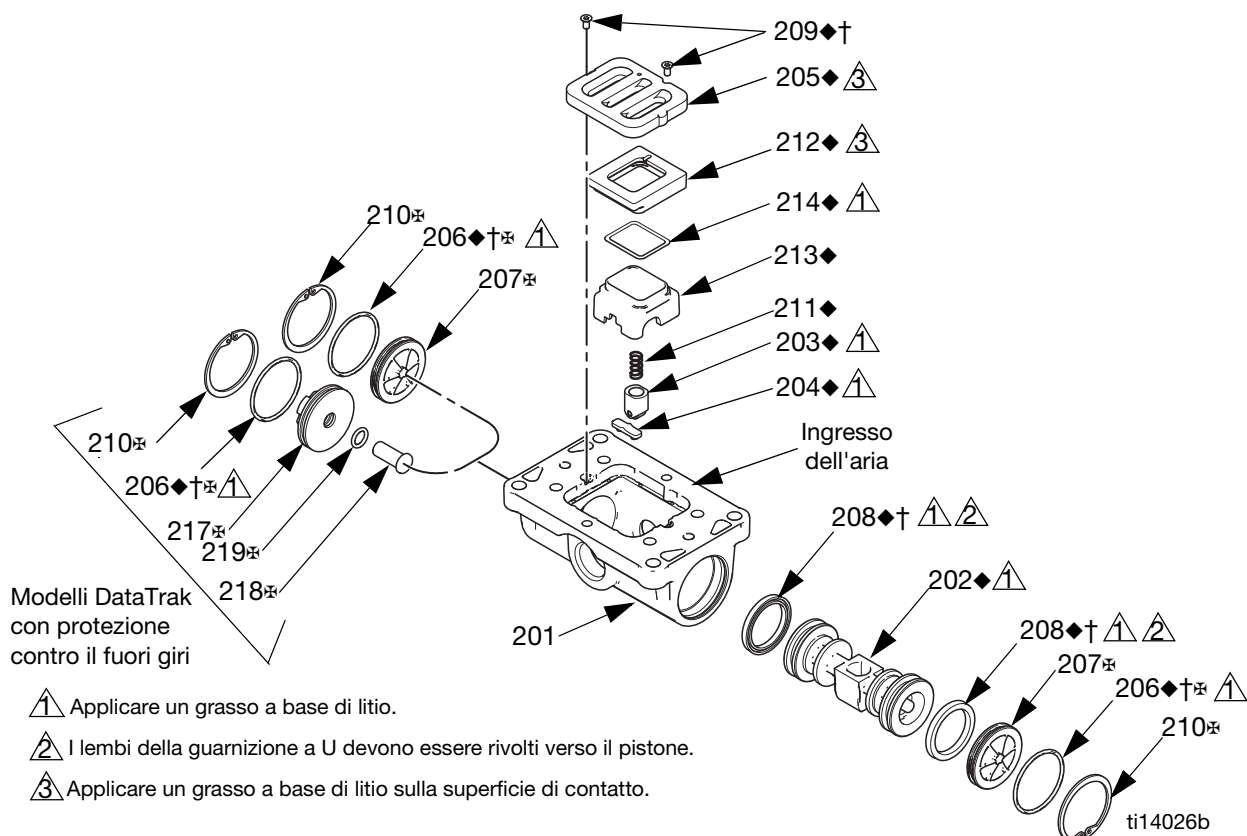

Fig. 4. Montaggio della valvola pneumatica
2. Vedere FIG. 4. Usare un cacciavite Torx (T8 per parti centrali di alluminio, T9 per parti centrali di plastica) per rimuovere le due viti (209). Rimuovere la piastra della valvola (205), il gruppo della tazza (212-214), la molla (211) e il meccanismo di arresto (203).
3. Estrarre la tazza (213) dalla base (212). Rimuovere l'O-ring (214) dalla tazza.
4. Vedere FIG. 4. Rimuovere l'anello di sicurezza (210) da ciascuna estremità della valvola dell'aria. Usare il pistone (202) per spingere i cappucci terminali (207, 217) fuori dalle estremità. Rimuovere gli O-ring del tappo terminali (206). Se il modello di pompa è dotato di solenoide di protezione contro il fuori giri, rimuovere anche il pulsante di rilascio del solenoide (218) e l'O-ring (219).
5. Rimuovere le guarnizioni a U (208) dai due lati del pistone (202), poi rimuovere il pistone. Rimuovere la camma del dente d'arresto (204) dall'alloggiamento della valvola pneumatica (201).